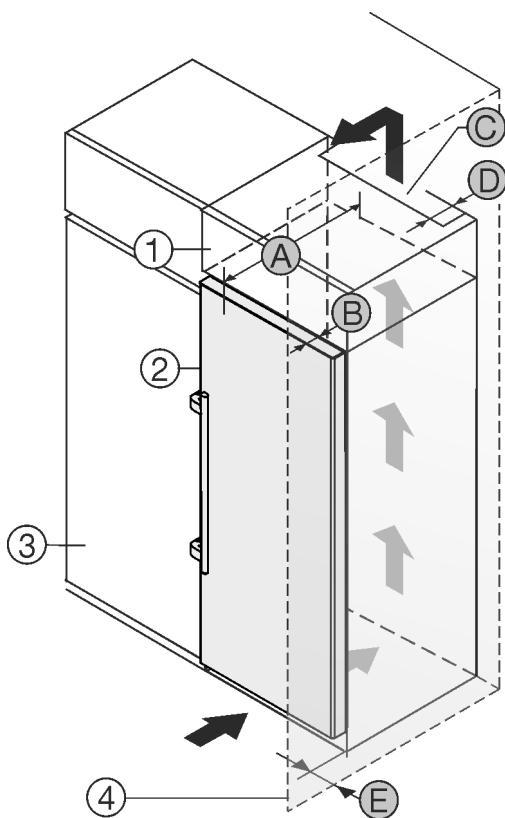

Fig. 2
Puteți amplasa aparatul direct lângă dulapul de bucătărie Fig. 2 (3)\*.
În partea din spate a dulapului suspendat trebuie să existe o fantă de aerisire cu grosimea Fig. 2 (D) pe toată lățimea dulapului suspendat.\*
Sub tavanul încăperii trebuie să fie respectată secțiunea de ventilație Fig. 2 (C)\*.
Atunci când montați aparatul cu balamalele lângă un perete Fig. 2 (4), distanța dintre aparat și perete trebuie să fie de minim 57 mm . Această valoare corespunde proeminenței mânerului cu ușa deschisă.\*
Astfel încât să puteți deschide complet ușa, aparatul trebuie să fie proeminent cu cel puțin adâncimea ușii Fig. 2 (B) față de suprafața frontală a dulapului de bucătărie. În funcție de adâncimea dulapurilor de bucătărie Fig. 2 (3) și utilizarea distanțierelor de perete, aparatul poate ieși mai mult în afară.\*